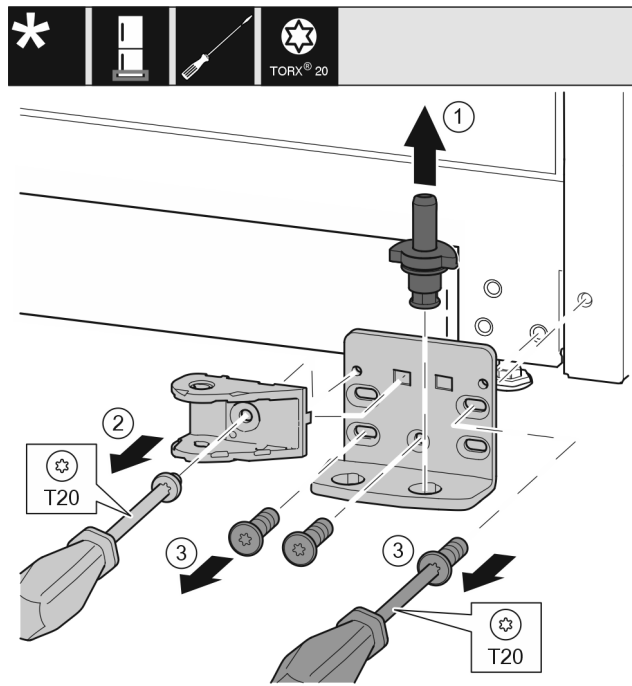

Fig. 24
- Lagerbolzen Fig. 24 (1) komplett nach oben herausziehen.
- Schraube Fig. 24 (2) mit Schraubendreher herausdrehen und Schließdämpferverbindung abnehmen.
- Schrauben Fig. 24 (3) mit Schraubendreher herausdrehen und Lagerbock abnehmen.